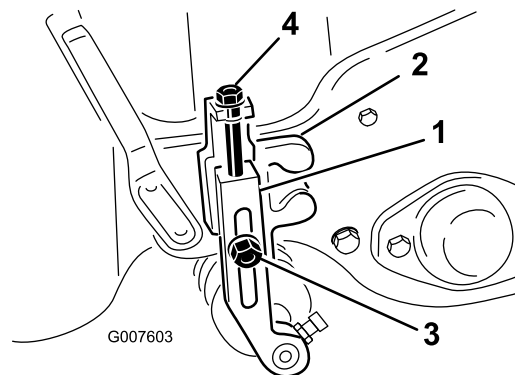

Figura 41
- Afloje las contratuercas que sujetan los brazos de ajuste de la altura de corte a los soportes de ajuste (Figura 41).